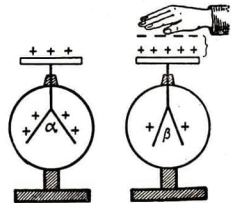

Abb. 313
**Vorübung:** Nähere die flache Hand der Platte eines geladenen Elektroskops! (Abb. 313.) [Ergebnis: Die Pendel gehen etwas zusammen; ein Teil der Ladung des Elektroskops wird von der Hand gebunden.]